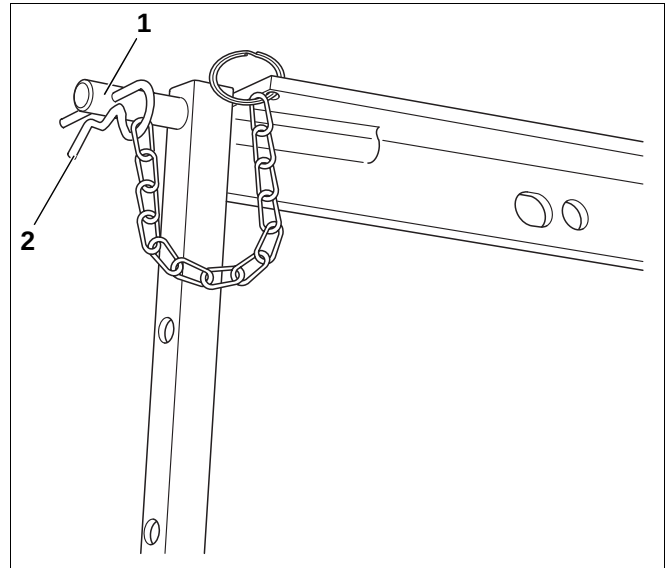

Abb. 7 Montage – vordere Stützen
- Die Ösen der vorderen Stützen auf die seitlichen Stifte der Winkelstangen (Abb. 7, **Pos. 1**) aufschieben.
Die Stützen sind mit der jeweiligen Federklammer gegen Herausrutschen zu sichern (Abb. 7, **Pos. 2**).
Der Bolzen ist mit der Federklammer gegen Herausrutschen zu sichern (Abb. 7, **Pos. 2**).